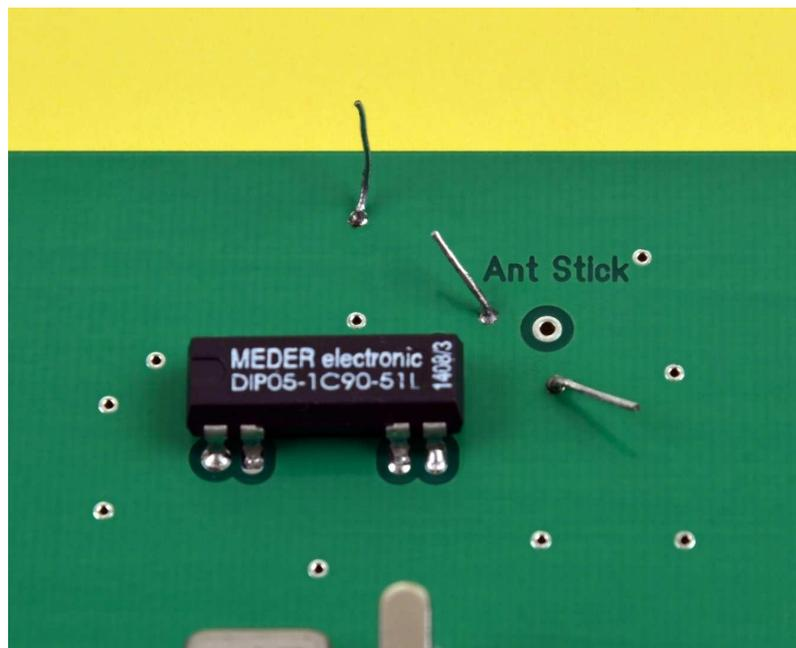
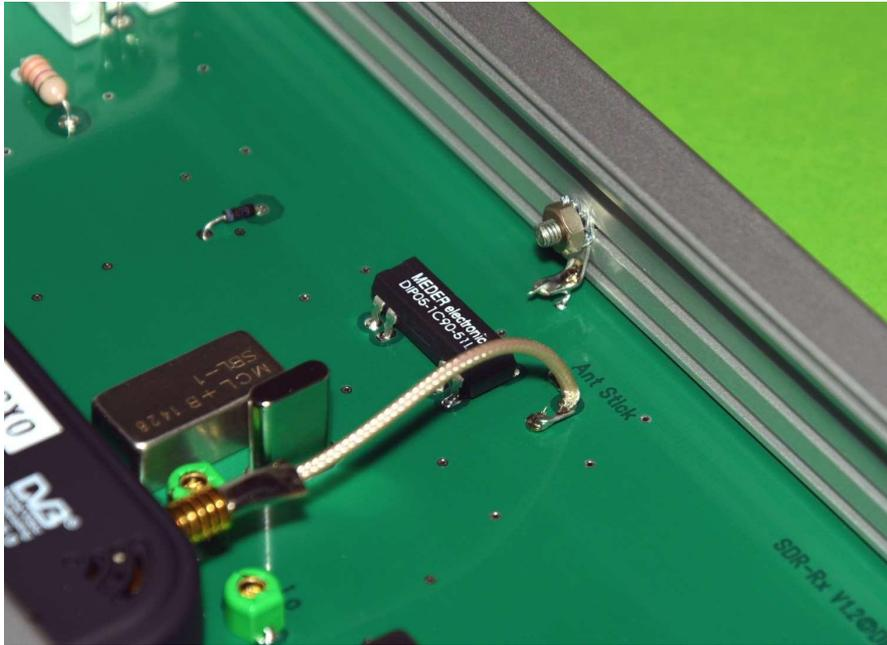

Bild 12: Vorbereitungen auf der Platine zum Anlöten des Koaxkabels
Bild 13: Blick auf das Koaxkabel und die Masseverbindung zum Gehäuse
- 5. Koaxkabel** für den Antennenanschluss des USB-Stick (siehe oben). Dem Bausatz liegt ein **MCX-Stecker** und das Koaxkabel bei. Es hat sich bei dem Bausatz bewährt, um den Schirm des kleinen Koaxkabels auf der Platine um den Anschlusspunkt K8 (Ant Stick) herum mit der Platinenmassefläche zu verlöten, zwei bis drei kurze Drahtstücke in die umliegenden Durchkontaktierungen zu stecken und dort anzulöten (**Bild 12**). Daran kann dann der Schirm des Koaxkabels angelötet werden. Ein weiterer Draht kann auch noch in die zweite Durchkontaktierung neben dem Relais gesteckt werden. Dieser kann dann später eine sichere Verbindung mit dem Gehäuse herstellen (**Bild 13**).
Für eine sichere Masseverbindung zwischen der Platine und dem Gehäuse kann in einer Gehäuse-Seitenwand auf der Mittellinie, 80 mm von der rückseitigen Kante entfernt, eine 3 mm-Bohrung vorgesehen werden. Dadurch kann mit einer M3-Schraube von innen eine Lötöse (nicht im Lieferumfang) angeschraubt werden (**Bild 18**). An der Lötöse wird dann der oben beschriebene Draht neben dem Relais angelötet (**Bild 13**).